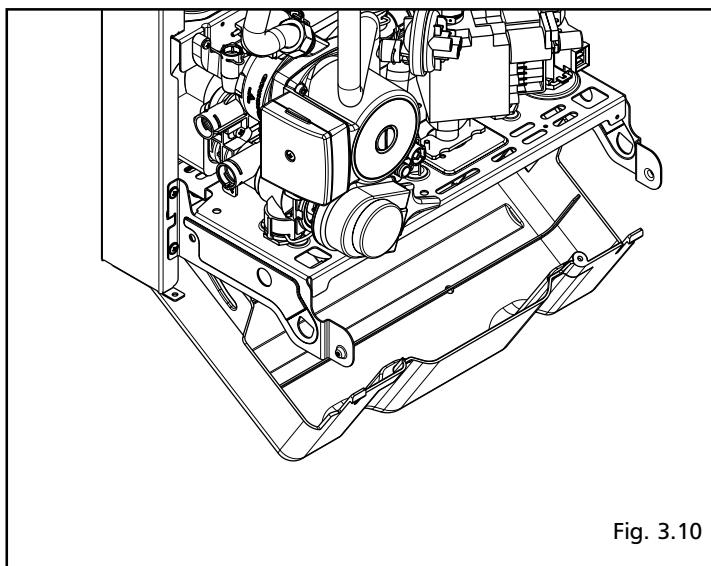

Fig. 3.10
- utilizzando i perni di ancoraggio in dotazione, fissare come indicato in fig. 3.10 la copertura alla mensola